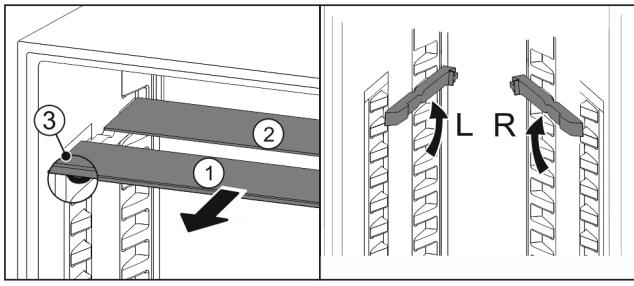

Fig. 110
- ▶ Vytiahnite sklené dosky jednotlivo dopredu Fig. 110 (1).
- ▷ Sklená doska Fig. 110 (1) s ozdobnou lištou leží vpred.
- ▷ Zarážky Fig. 110 (3) ukazujú nadol.